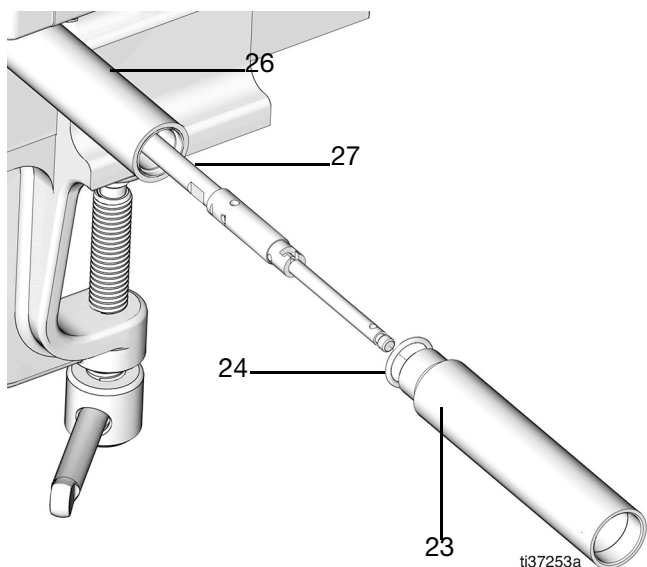

図 61
16. 下部ポンプチューブ (23) の O リング (24) を交換して、軽くグリースを塗ります (図 61)。
17. ポンプロッド (27) の上に下ポンプ (23) をずらして、エクステンションチューブ (26) を締め付けます (32 ft-lb/43.4 N•m のトルク)(図 61)。